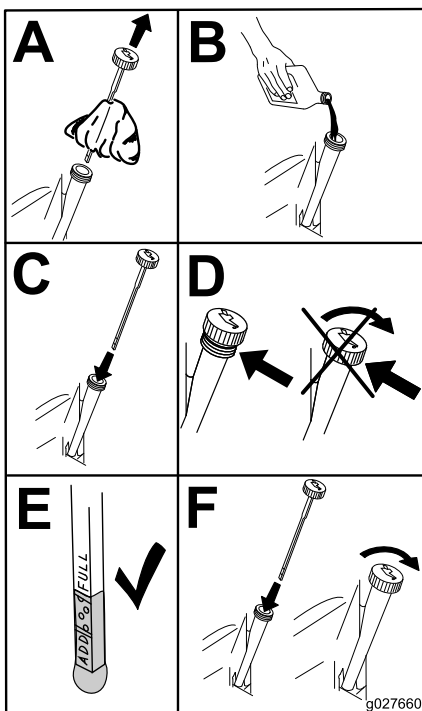

Figura 46
5. Deite cerca de 80% do óleo especificado no tubo de enchimento e adicione lentamente o óleo adicional para atingir a marca **Full (cheio)** (Figura 46).